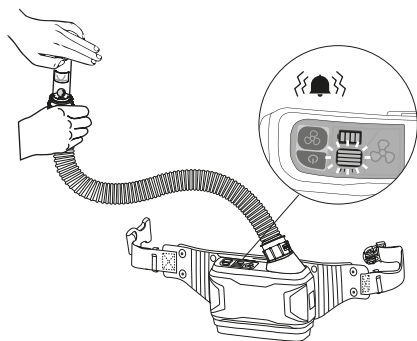

fig.5
- Fixez l'indicateur de débit d'air au conduit d'air du ventilateur. Pour tester l'alarme, allumez le ventilateur et couvrez le conduit d'air de l'indicateur de débit d'air. Vous entendrez une alarme sonore et verrez le voyant vert clignoter. L'alarme doit s'arrêter si vous retirez votre main (voir fig. 5).